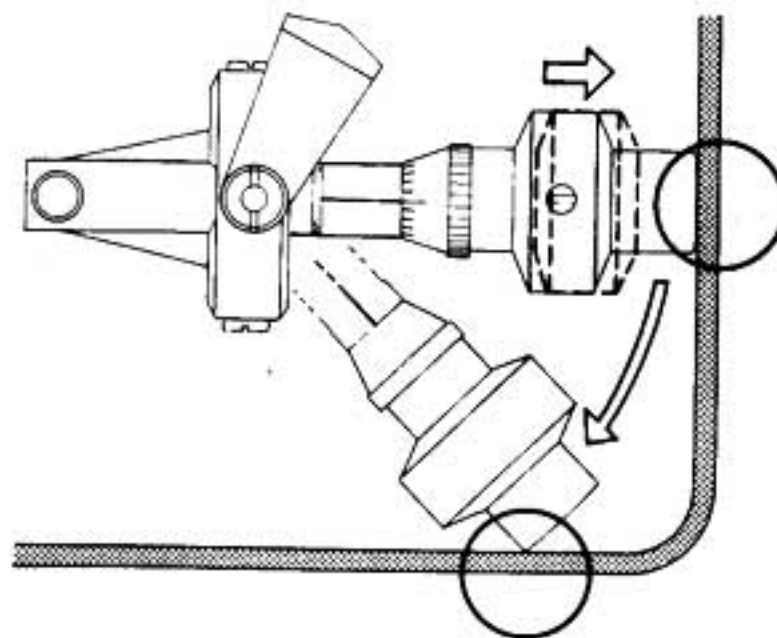

Fig. 20 Abb. 20
② In case the counterweight lies beyond the pointer line while adjusting horizontal balance or the rear of counterweight hits the dust cover while playing a record (Fig. 20), loosen the weight ring fixing screw and slide the weight backwards slightly. Secure the fixing screw and re-adjust the horizontal balance. Then adjust the tracking force again.
② Au cas où, soit le contrepoids sort de la ligne de repère tout en réglant l'équilibre horizontal, soit l'arrière du contrepoids touche le couvercle antipoussière lors de la lecture d'un disque (Fig. 20): Desserrez la vis de fixation de la bague du poids et déplacez-la un peu vers l'arrière. Serrez la vis de fixation et réglez à nouveau l'équilibre horizontal. Ensuite réglez à nouveau la force d'appui.
② Wenn das Gegengewicht während der Justierung der Horizontal-Balance aus der Bezugslinien-Markierung gelangt oder das Endstück des Gegengewichtes während des Abspielvorganges gegen die Abdeckhaube stößt (Abb. 20), lösen Sie die Gewichtsring-Befestigungsschraube und schieben sie etwas zurück. Anschließend ziehen Sie die Befestigungsschraube fest und justieren die Horizontal-Balance erneut. Zum Schluß stellen Sie die Auflagekraft wieder ein.